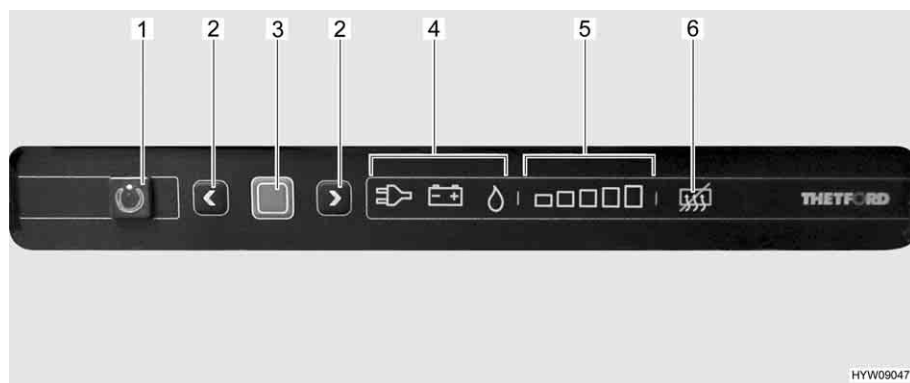

Fig. 107 Elementi di comando del frigorifero
La modalità di funzionamento attuale è indicata da un simbolo luminoso (Fig. 107,4) sulla centralina di controllo.
Dopo l'accensione il frigorifero seleziona automaticamente la regolazione del termostato selezionata per ultimo. Questa impostazione può essere modificata manualmente con i tasti freccia (Fig. 107,2). Le barre luminose dell'indicatore del livello di refrigerazione (Fig. 107,5) visualizzano la temperatura selezionata sul termostato. Con i tasti freccia viene regolata la temperatura di refrigerazione per tutti i tre tipi di energia. Ci vogliono alcune ore prima che il frigorifero raggiunga la temperatura normale di esercizio. Cambiando la modalità di funzionamento la regolazione del termostato non viene modificata. La temperatura di refrigerazione è indipendente dal tipo di energia utilizzata.
- Premere il tasto On/Off (Fig. 107,1) per 1 secondo. Il tasto (Fig. 107,1) si illumina di verde. Dopo circa 10 secondi, l'indicatore viene attenuato per risparmiare energia.
- Premere il tasto di conferma (Fig. 107,3). L'impostazione attuale della modalità di funzionamento viene visualizzata.
- Se non è impostata la modalità di funzionamento a gas: Per modificare l'impostazione, premere il tasto di conferma (Fig. 107,3) per circa 2 secondi.
- Selezionare la modalità di funzionamento a gas con i tasti freccia (Fig. 107,2). L'alimentazione del gas è ora aperta. L'accensione avviene automaticamente. È udibile un ticchettio fino a quando procedura di accensione non è stata portata a termine.
- Premere il tasto di conferma (Fig. 107,3) per circa 2 secondi.
- Premere nuovamente il tasto di conferma (Fig. 107,3). Il livello di refrigerazione attuale viene indicato dalle barre luminose (Fig. 107,5).
- Per modificare l'impostazione, premere i tasti freccia (Fig. 107,2) fino a visualizzare l'impostazione desiderata.
- Premere il tasto On/Off (Fig. 107,1) per circa 2 secondi. Tutte le spie si spengono. Il frigorifero è spento.
- Se non è impostata la modalità di funzionamento 230 V: Per modificare l'impostazione, premere il tasto di conferma (Fig. 107,3) per circa 2 secondi.
- Selezionare la modalità di funzionamento 230 V con i tasti freccia (Fig. 107,2).
- Se non è impostata la modalità di funzionamento 12 V: Per modificare l'impostazione, premere il tasto di conferma (Fig. 107,3) per circa 2 secondi.
- Selezionare la modalità di funzionamento 12 V con i tasti freccia (Fig. 107,2).
- Premere contemporaneamente entrambi i tasti freccia (Fig. 107,2) e tenerli premuti per 2 secondi. Il simbolo di disattivazione della funzione anti-condensa (Fig. 107,6) si illumina.
- Premere di nuovo contemporaneamente entrambi i tasti freccia (Fig. 107,2) e tenerli premuti per 2 secondi. Il simbolo di disattivazione della funzione anti-condensa (Fig. 107,6) si spegne.